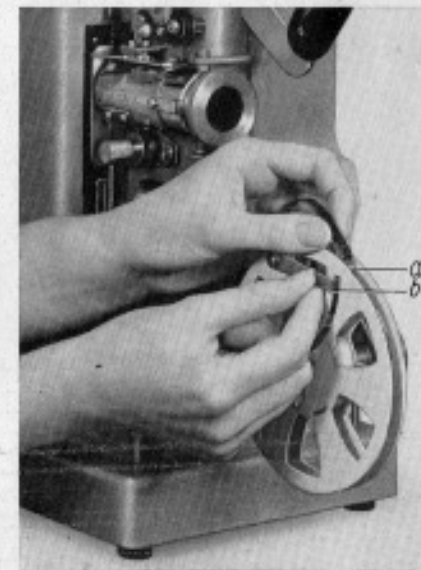

Bild 7. Einfädeln des Films in die Siemens-Spule
9. Schwenkarm (b in Bild 7) der unteren Filmspulen nach außen schwenken und Anfang des Filmbandes in federnde Klemme (a) einklemmen.